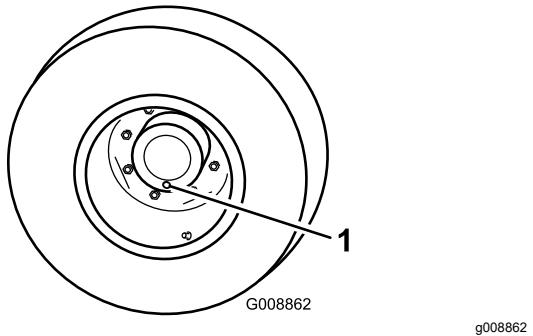

Figura 54
- Con la macchina su una superficie pianeggiante, posizionate una ruota in modo che un tappo di controllo si trovi alla posizione inferiore (a ore 6) (Figura 54).